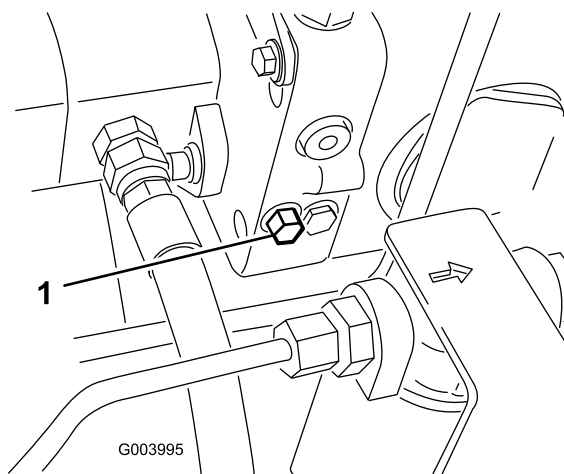

Figure 41
1. Tournez le boulon de la vanne de dérivation une fois et demie pour ouvrir la vanne et permettre la dérivation interne de l'huile (Figure 41).